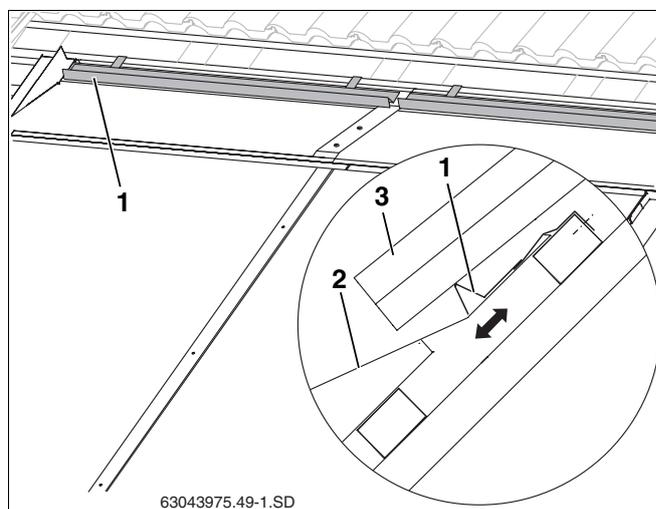

Рис. 61 Укладка и крепление опор для черепицы
- как можно дальше перекрыть накладной лист (рис. 61, поз. 2), при этом не касаясь его и
- Установить опору (рис. 61, поз. 1) в нужном положении и прикрепить к обрешетке.
- Положить обрезанные черепицы (рис. 61, поз. 3).